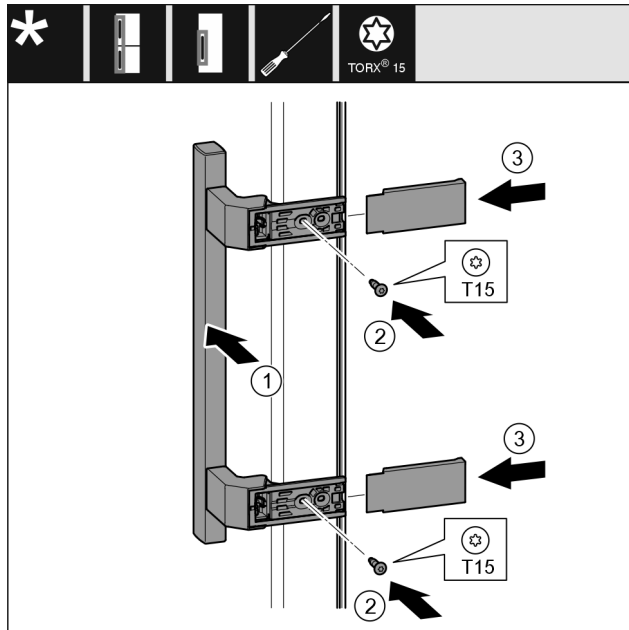

Fig. 26
- Griff Fig. 26 (1) auf der Gegenseite ansetzen.
- Schrauben Fig. 26 (2) mit Schraubendreher festschrauben.
- Abdeckungen Fig. 26 (3) seitlich ansetzen und aufschieben.